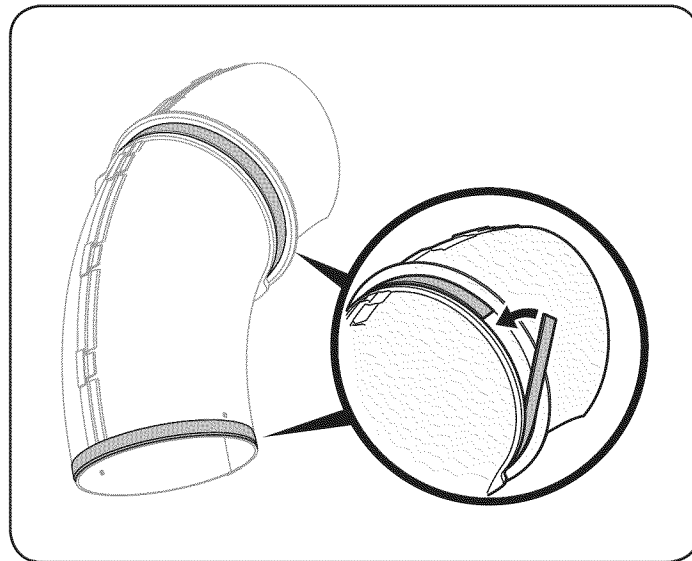

Figura 14
1. Retire el revestimiento de una de las franjas de espuma autoadhesiva angostas que se han incluido con su colector de césped. Aplíquela al canal superior, y nivele contra la brida como se muestra en la Figura 14.
2. Retire el revestimiento de la otra franja de espuma autoadhesiva angosta y aplíquela al borde de abajo del tubo del canal superior, al ras con el borde como se muestra en la Figura 14.